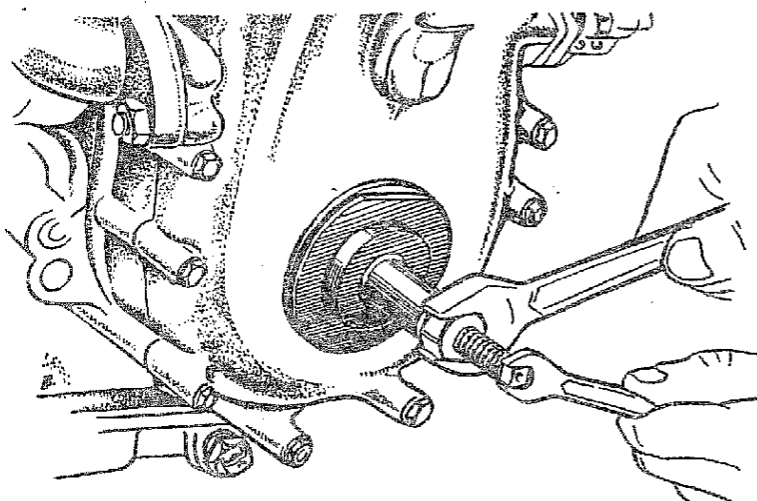
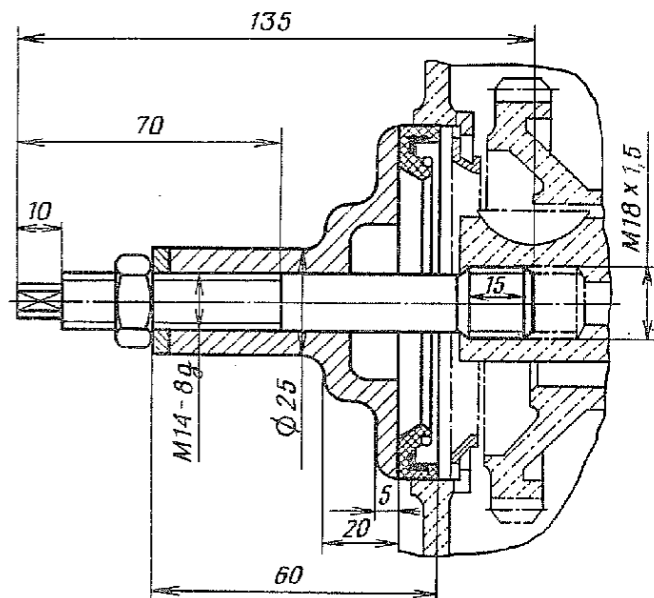

Рис. 17. Запрессовка сальника коленчатого вала в крышку распределительных шестерен
Рис. 18. Оправка для запрессовки сальника коленчатого вала со стороны центробежного маслоочистителя
2.1. Запрессовать сальник в отверстие крышки распределительных шестерен (рис. 17) с помощью оправки (ключ 22, оправка, рис. 18).